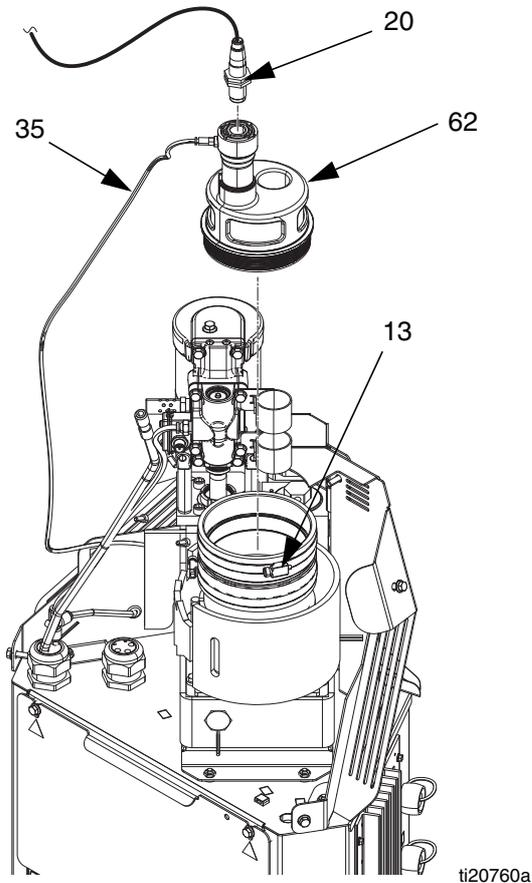

FIG. 45
*Desmontaje (consulte la FIG. 45):*
4. Afloje la abrazadera de la manguera en el soporte del motor neumático (528); luego retire el conjunto del embudo.
5. Afloje la tuerca de inmovilización del sensor de llenado; luego retire el sensor (20) de la tapa de llenado (62).
6. Retire la tubería de aire (35) del cabezal de llenado (62).
7. Afloje la abrazadera superior (13) en el alojamiento de goma y luego retire el cabezal de llenado (62).
*Montaje (consulte la FIG. 45):*
2. Instale el embudo por el soporte del motor neumático (528); luego ajuste la abrazadera del embudo.
3. Apriete la abrazadera de la carcasa de goma (13) a 25 in-lbs para sujetar la tapa de llenado en su lugar.
4. Conecte la tubería de aire (35) a la tapa de llenado (62).
5. Enrosque el sensor de llenado (20) en la tapa de llenado (62). Coloque el sensor hasta el fondo en la tapa de llenado y luego retroceda 1/2 giro.
6. Ajuste la tuerca de inmovilización en el sensor de llenado (20).